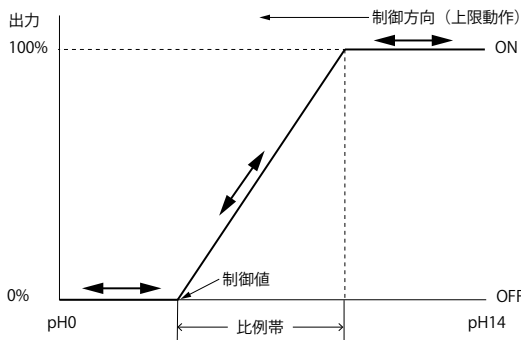

図 2
- 比例帯** : 制御値を基準にどれくらいの幅内で制御を行うかその幅を設定します。(図 2, 3 参照)
- 比例帯** : 制御値を基準にどれくらいの幅内で制御を行うかその幅を設定します。(前ページ図2, 3参照)